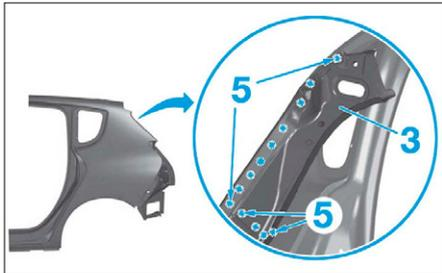

FIG. 165
- Dépointer en (5) comme illustré pour désaccoupler la gouttière supérieure d'entrée de volet arrière (3) (Fig.165).
- Déposer la gouttière supérieure d'entrée de volet arrière (3).